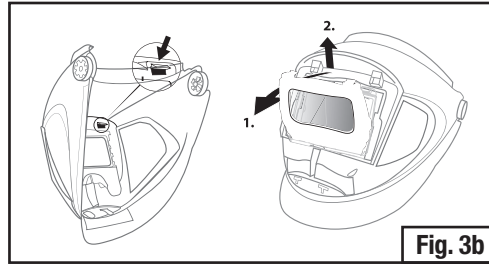

Fig. 3b
- Extrae el ADF mediante una presión en las lengüetas azules desde la parte interior de la careta para liberar el mecanismo de los seguros y luego oprime la lengüeta a través de la abertura (Fig. 3b).